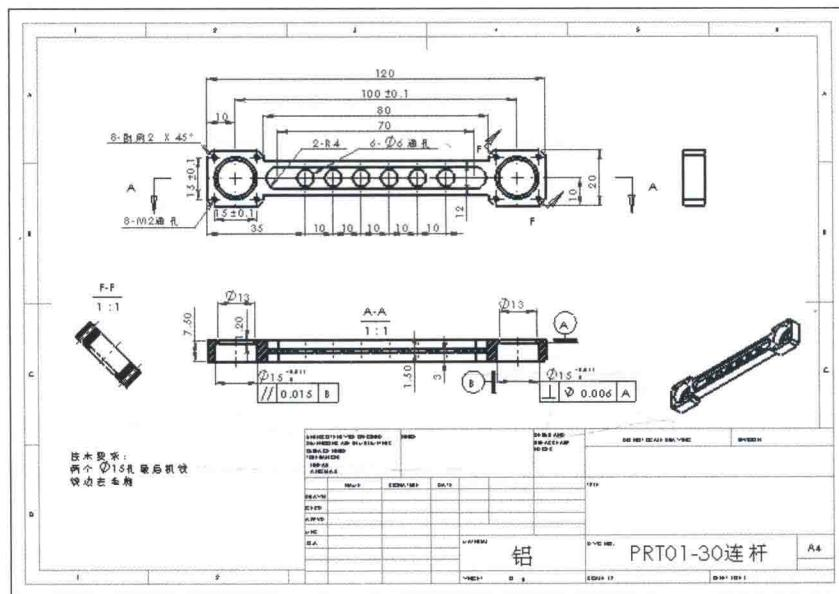

图 1-10 连杆工程图
STEP07 当装配体满足设计要求后，即可输出工程图加工零件了，SolidWorks 输出工程图非常方便和灵活，出图快捷，大大提高了设计人员的效率。连杆的工程图如图 1-10 所示。